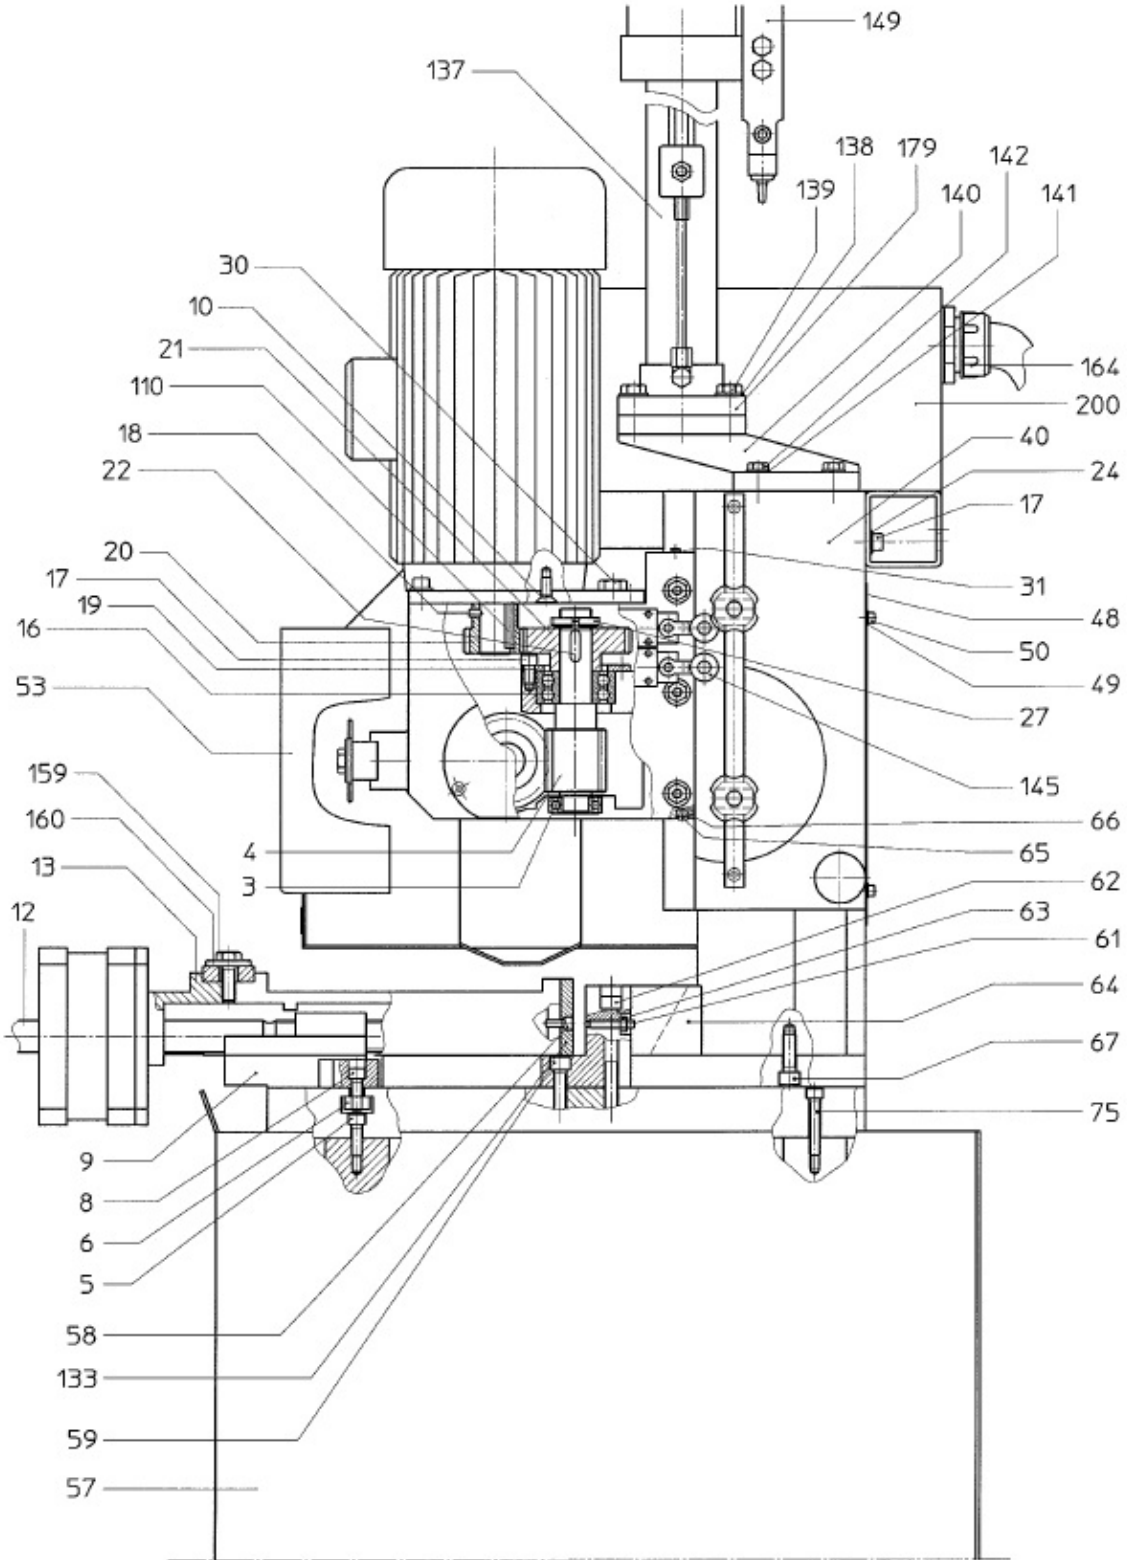
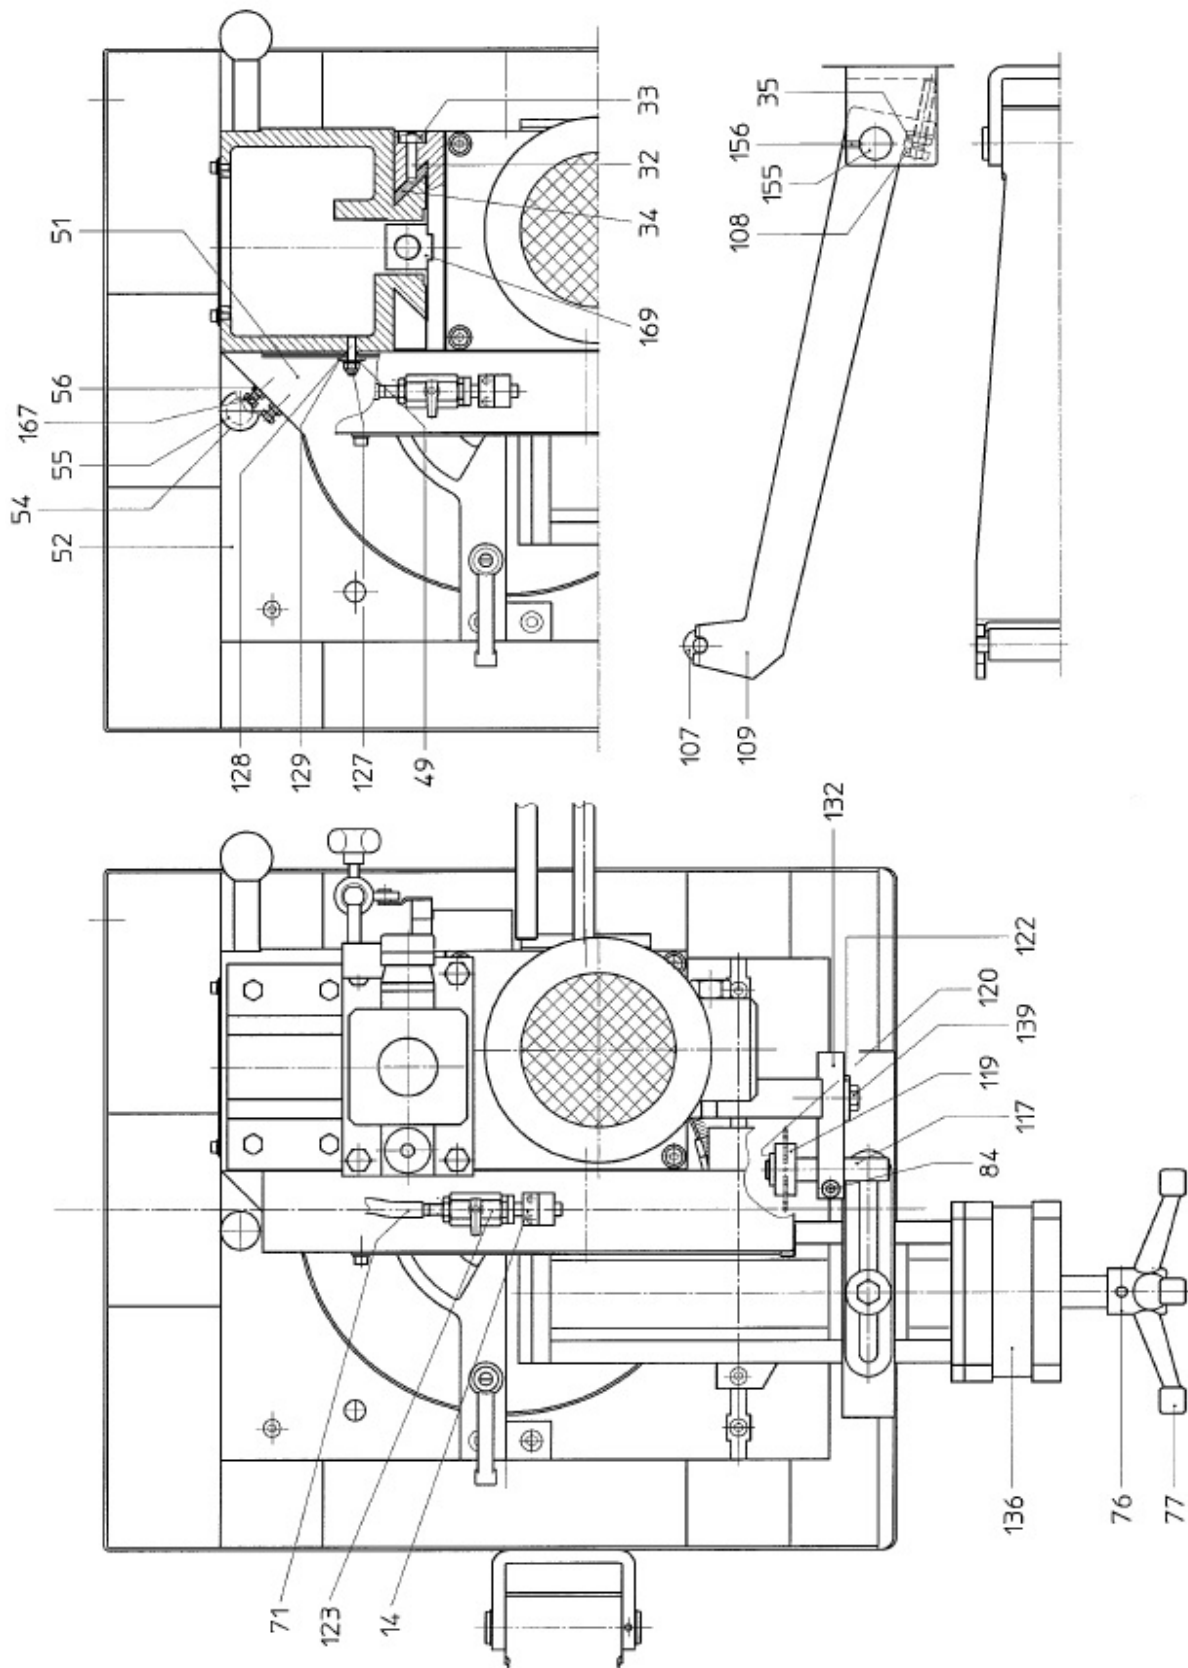
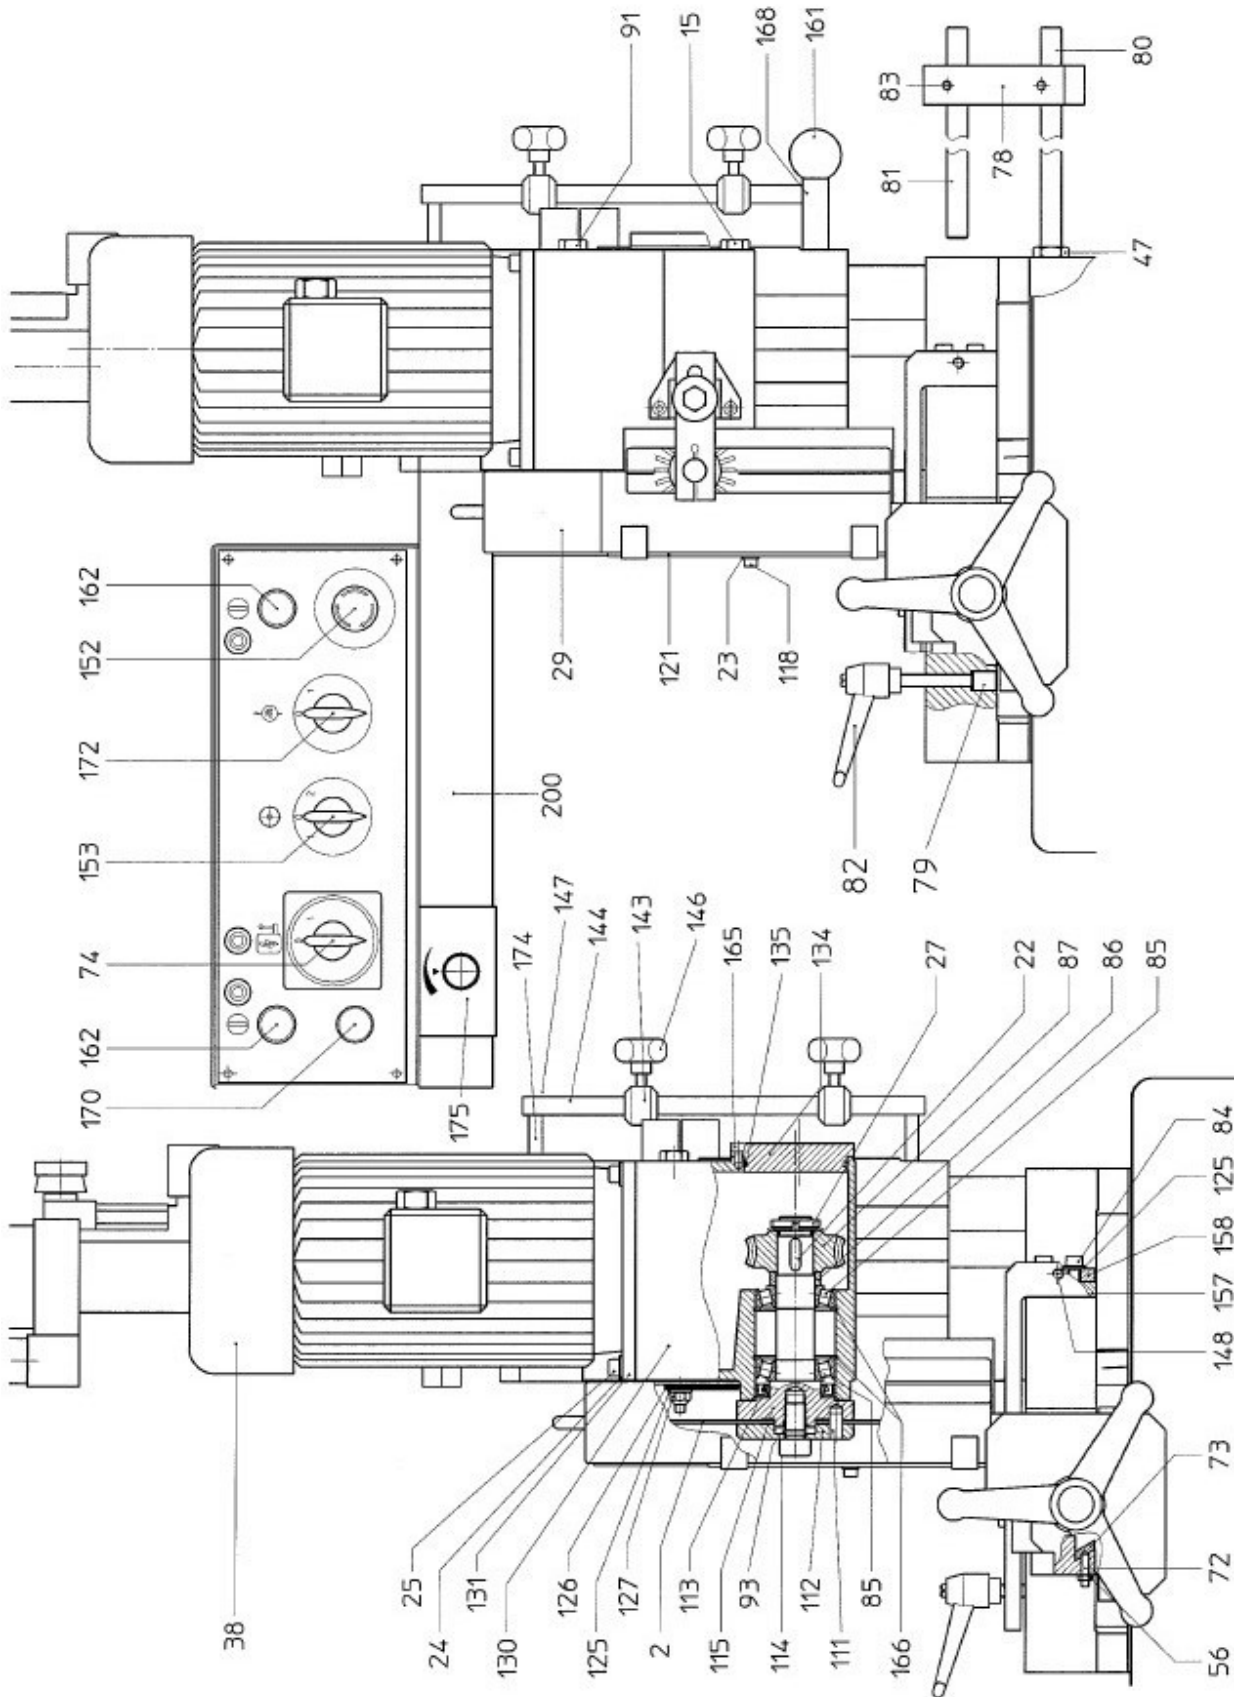

Abb. 14: Ersatzteilzeichnung 1 - MKS 315 VH
Abb. 15: Ersatzteilzeichnung 2 - MKS 315 VH
Abb. 16: Ersatzteilzeichnung 3 - MKS 315 VH
Schritt 1: Die Verschluss-Schrauben [Abb. 14, 30 und Abb. 16, 15] abschrauben und das gebrauchte Öl in einen Behälter ausfließen lassen.
Schritt 2: Verschluss-Schraube [Abb. 16, 15] wieder anschrauben.
Schritt 3: Getriebeöl (2,5 Liter) in die Einfüllöffnung einfüllen und die Verschluss-Schraube [Abb. 14, 30] anschrauben.
Schritt 1: Die Spannbacke [Abb. 14, 133] abmontieren, den Spannstock [Abb. 14, 13] komplett entnehmen, in dem man das Handrad [Abb. 15, 77] dreht.
Schritt 2: Die Schraubstock-Führungen [Abb. 14, 9 und 13] schmieren und einen Tropfen Öl in den Schmierpunkt hinter dem Handrad gießen.
Schritt 3: Bei Bedarf das Spiel der Schraubstockbacke auf den Führungen mit dem Stift [Abb. 16, 72] justieren. dazu zuvor die Feststellmutter [Abb. 16, 56] lockern und anschließend wieder festziehen.